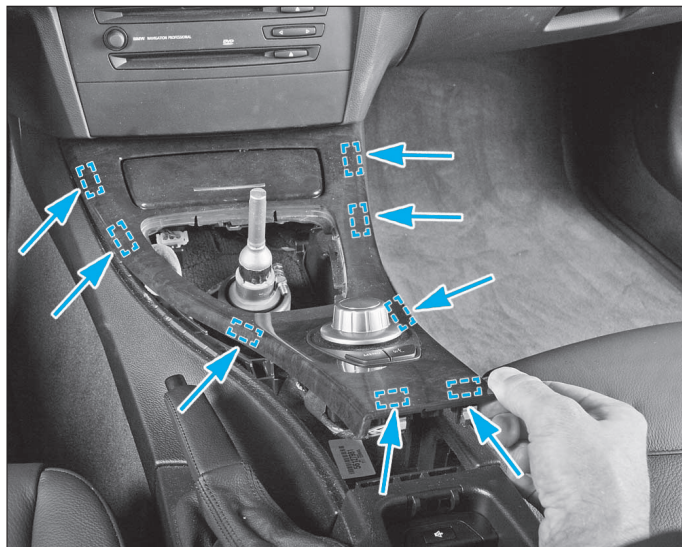

FIG. 3
- Dégrafer la façade de la console, maintenue en 8 points au total (Fig.3) et débrancher les connecteurs électriques attenants avant de la déposer.